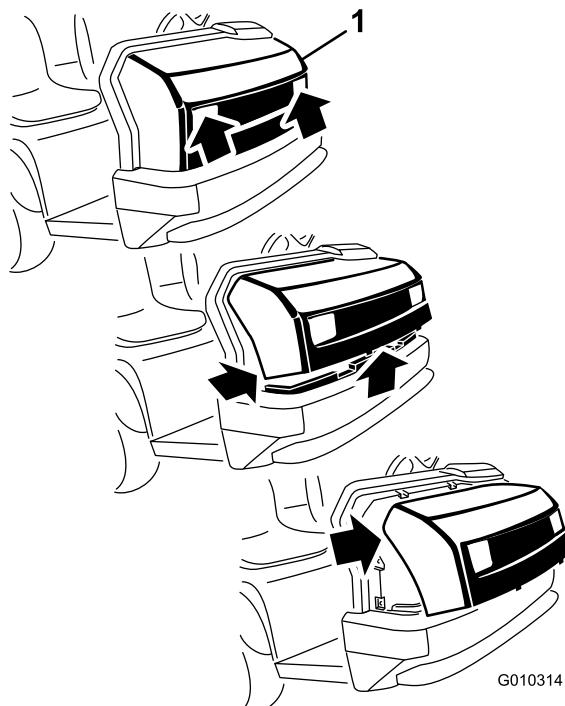

図 1
1. ヘッドライトの開口部でフードをつかみ、フードを持ち上げて、下側の取り付けタブをフレームの穴から外す図1。
2. フードの下側を手前に持ち上げてから下に引っ張り、上側の取り付けタブをフレームの穴から外す図1。
3. フードの上側を前に倒し、ヘッドライトからワイヤコネクタを抜く図1。